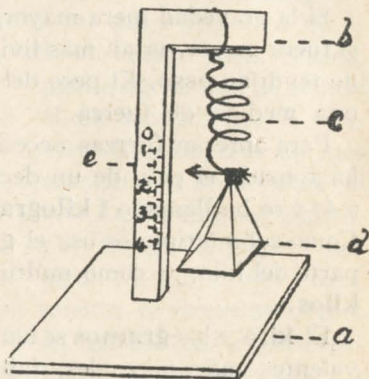

Fig. 4.
4) ¿Qué unidades de peso conoce Ud.? Realice algunas pesadas con el **dinamómetro** (1) que le muestre su profesor. Proceda a construir despues, uno de acuerdo con las indicaciones de la fig. 4
1.—Construcción de un dinamómetro.—Haga, en su clase de Dibujo el plan o esquema de éste o de otro aparato y constrúyalo en su clase de Trabajos Manuales. (Fig. 4).